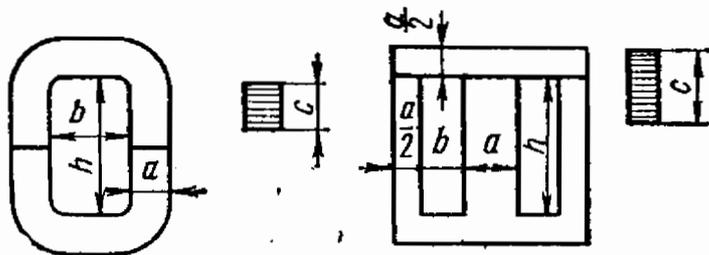

Рис. 11.4
11.4. Определить ток и потери холостого хода однофазного трансформатора мощностью 250 Вт с Ш-образным штампованным магнитопроводом из стали Э41 и О-образным ленточным из стали Э320 (рис. 11.4). Толщина пластин 0,35 мм.
11.5. Определить номинальные мощности однофазных трансформаторов с воздушным охлаждением по заданным размерам в магнитопроводе О- и Ш-образной формы (рис. 11.4). Оба магнитопровода выполнены из стали Э320, амплитуда магнитной индукции при частоте $f = 50$ Гц $B_m = 1,55$ Т. При частоте $f = 400$ Гц магнитная индукция B_m принята равной 0,65 Т. Коэффициент заполнения сечения магнитопровода сталью $k_c = 0,95$. Коэффициент заполнения окна медью проводов первичной и вторичной обмоток $k_0 = 0,25$. Размеры магнитопровода, рабочая частота f и плотность тока Δ в обмотках приведены в табл. 11.1.